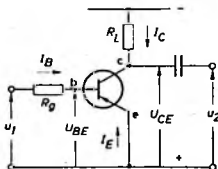

Abb. 11a
2.1 Die ohne Vorzeichen versehenen Symbole für die Ströme bezeichnen stets die konventionelle positive Stromrichtung, und zwar den zum Kristallinnern gerichteten Strom, wie Abb. 11a zeigt.